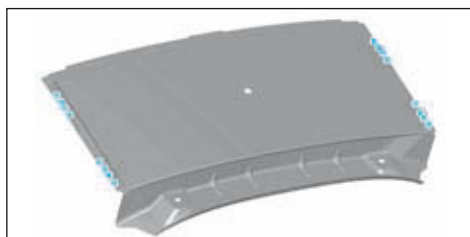

FIG.135
• Tracer puis percer au Ø 6,5 mm pour soudage ultérieur par points bouchons MAG (Fig.135).